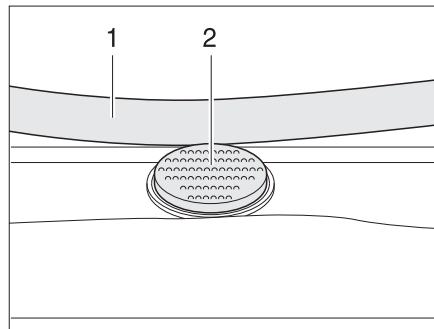

Fig. 85 Botón de seguridad en la claraboya Heki
- Pulsar el botón de seguridad (Fig. 85,2) y tirar la horquilla (Fig. 85,1) hacia abajo con ambas manos.
- Presionar el estribo hacia arriba con ambas manos hasta que la horquilla se encuentre encima del botón de seguridad (Fig. 85,2).